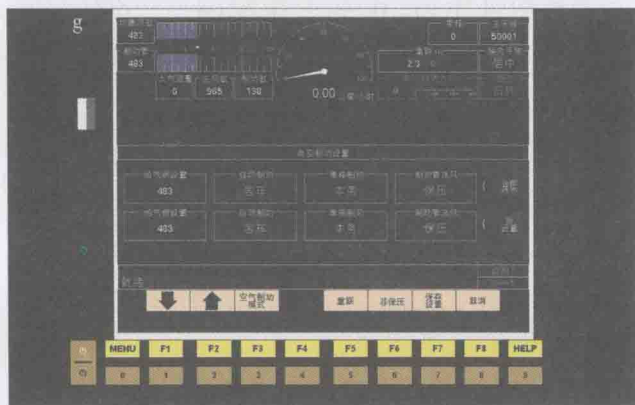

图 6
①主风缸压力:正常工作范围 750~900 kPa,当风压低于 700 kPa 时信息框变红。
②制动缸压力:正常工作范围 $0 \sim 300 \text{ kPa}$,当机车速度 $> 16.9 \text{ km/h}$ 且压力 $> 20.7 \text{ kPa}$ 信息框闪烁黄色。
③重联显示:从左至右,首位数字表示有动力机车台数;次位数字表示接重联线台数;第 3 位数字表示总牵引力或制动力,显示负号时为制动力。
④速度显示:黄色向下键头表示机车减速,绿色向上键头表示机车加速。
⑤油位显示:显示机车燃油油位,单位为升。
⑥非活动操纵台显示:表示本操纵台为非操纵控制台,此台显示屏只能进行信息查询,不能进行功能设置。
⑦停放制动显示:显示(P)时表示停放制动在制动状态,停放制动缓解状态时该图标不显示。
⑧挡位显示:显示机车主手柄所处位置,“惰转”为非加载运行状态,保持柴油机最低转速。牵引、制动工况时显示挡位数字信息。
⑨换向手柄显示:显示“前进”、“后退”、“居中”三种状态。
(2)空气功能界面(图 6)